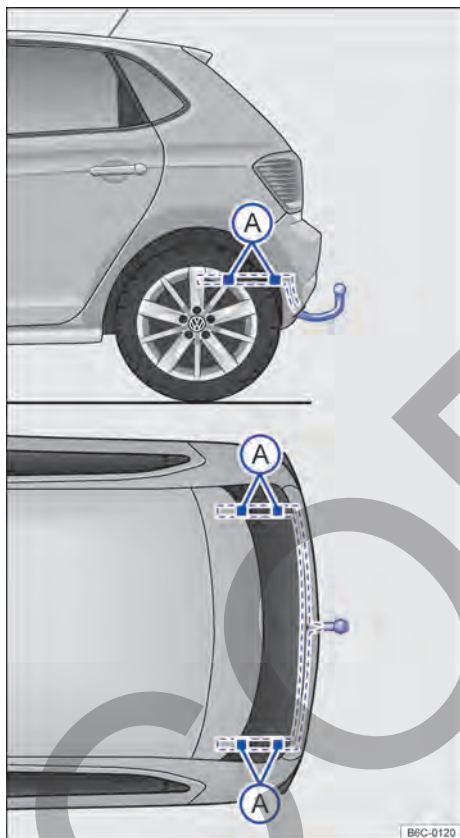

Fig. 154 Puntos de fijación para el montaje posterior de un enganche para remolque.
La figura → fig. 154 muestra, por ejemplo, el punto de fijación para el montaje de un dispositivo para remolque del modelo Polo.
El montaje posterior de un dispositivo de remolque deberá ser efectuado de acuerdo con las instrucciones del respectivo fabricante del enganche, siempre respetando los puntos de fijación indicados en la → fig. 154 (A).